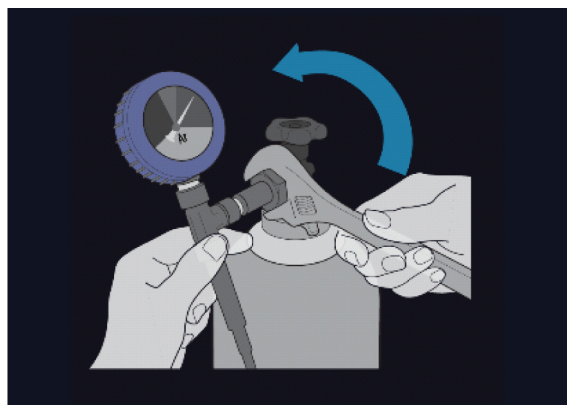

Figura 11. Preparação da botija de gás
5. Ligue a linha de alimentação de gás árgon de alta pressão à botija de hélio, encaixando o adaptador do conjunto do manómetro na ligação da botija (Figura 11).